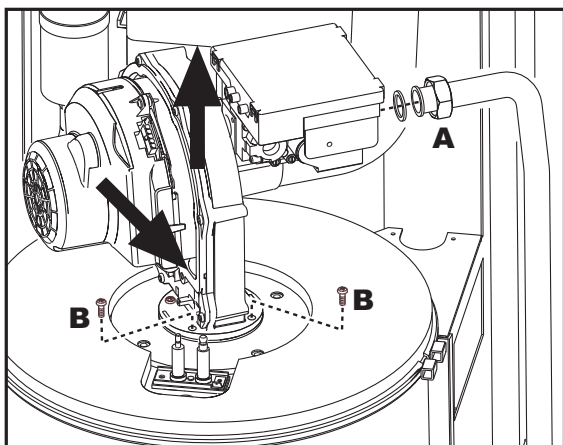
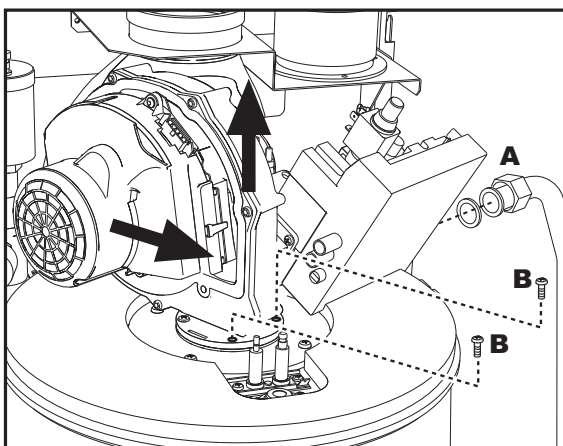

fig. 33 - modello FUTURIA N 60/80
fig. 34 - modello FUTURIA N 125
4. Svitare il girello "A" di fissaggio della valvola gas (fig. 33 e fig. 34).
5. Svitare le due viti "B" di fissaggio e sfilare il gruppo ventilatore come indicato in fig. 33 per il modello FUTURIA N 60/80 e in fig. 34 per il modello FUTURIA N 125.